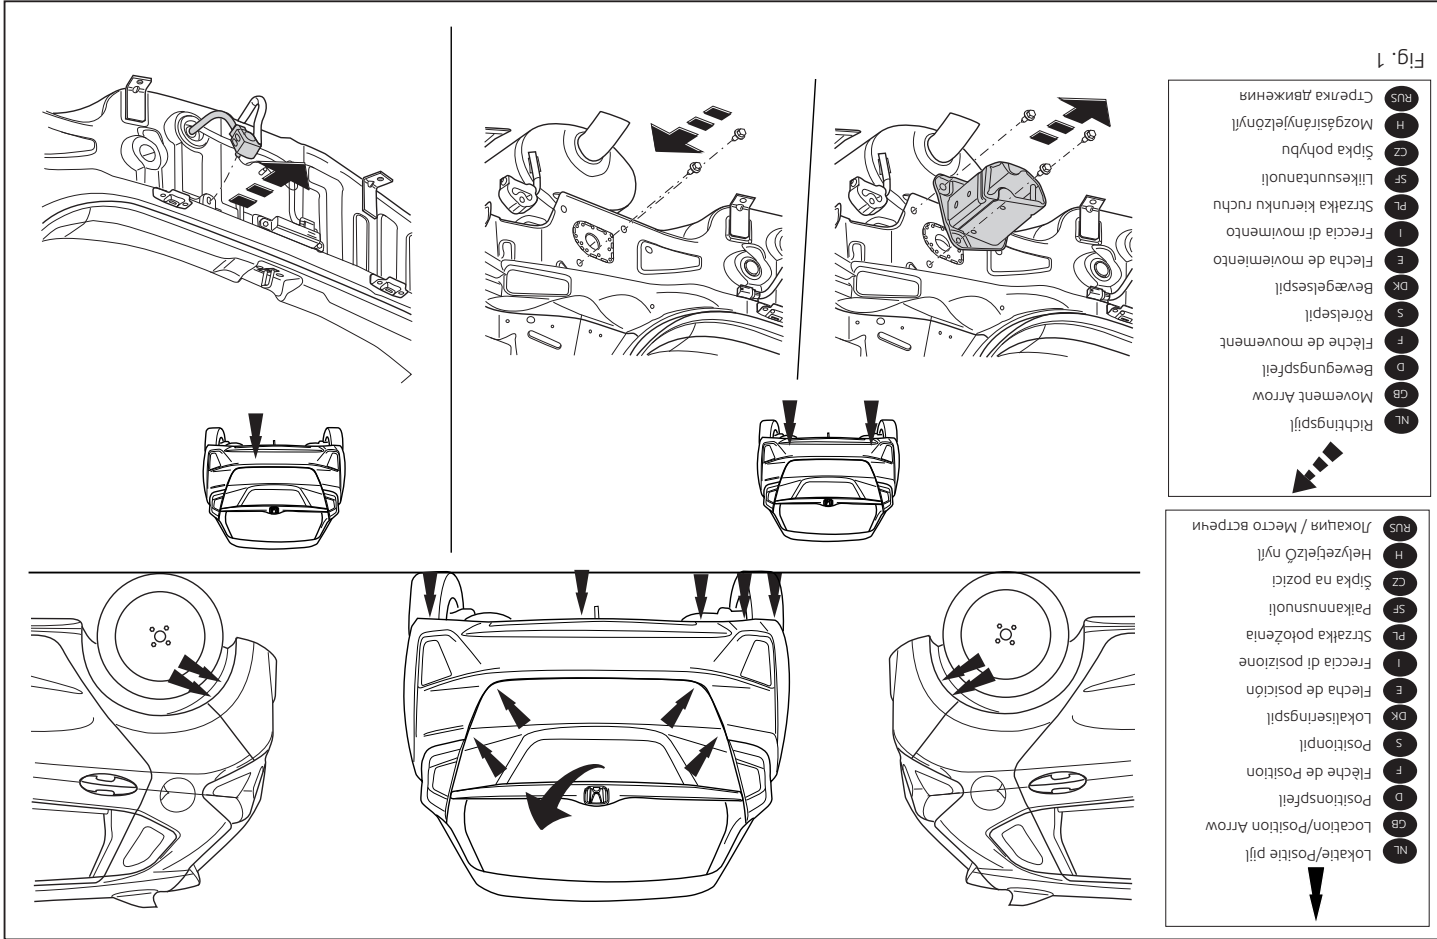

Fig. 1
1. Die Stoßstange abmontieren. Siehe Abbildung 1.
2. Die in Abbildung 1 angegebenen Teile abmontieren.
3. Achtung, wenn vorhanden: Den Sensor abmontieren. Siehe Abbildung 1.
1. Démontez le pare-chocs. Voir la figure 1.
2. Démontez les pièces indiquées sur la figure 1.
3. Attention, si présent : Démontez le capteur. Voir la figure 1.
1. Demonter kofangeren. Se fig. 1.
3. Pas eventuelt på: Demonter sensoren. Se fig. 1.